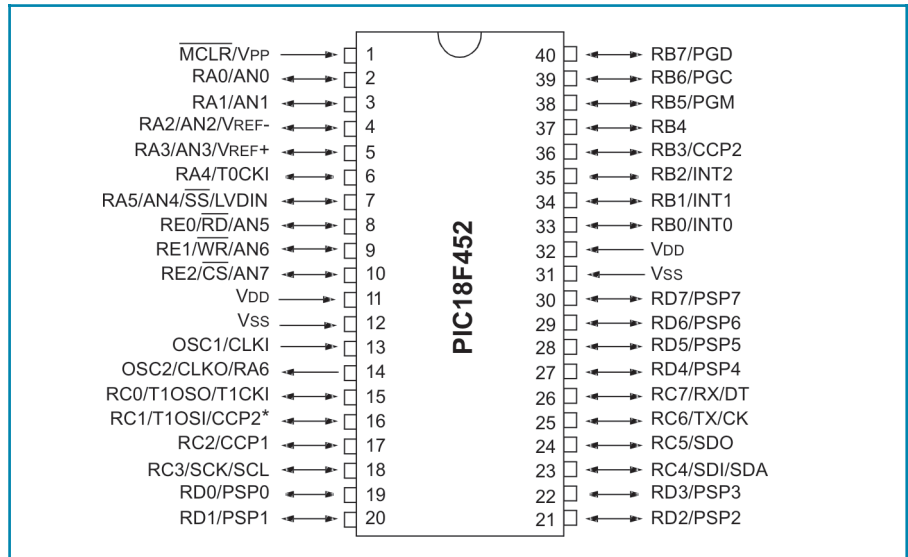

Figura 2: Piedinatura del PICmicro 18F452
- La piedinatura esterna della versione DIP a 40 pin è riportata in figura 2. È subito evidente che le risorse di